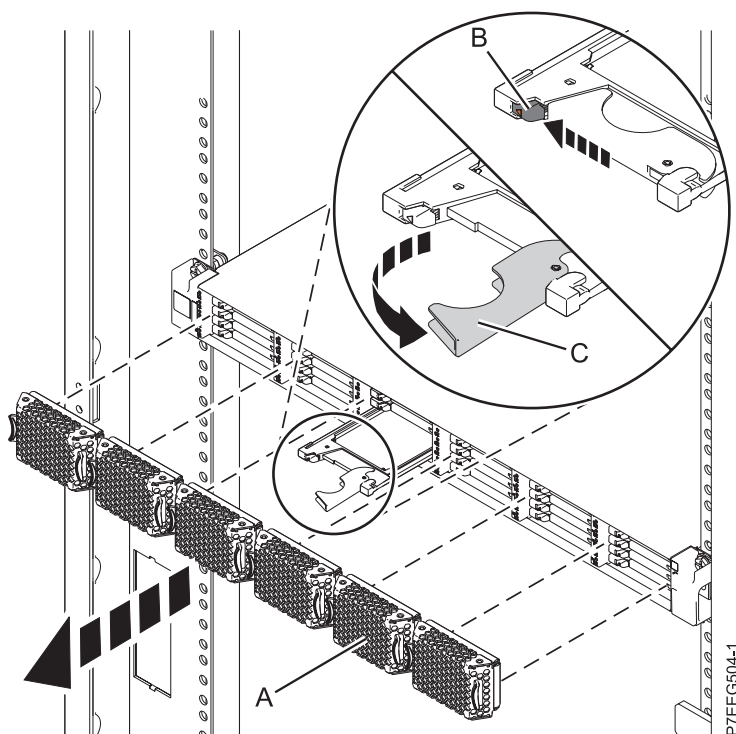

Figura 21. Extracció de la unitat d'estat sòlid des de Allotjament d'emmagatzematge PCIe 5888
4. Aixequeu la tapa bisellada (A) que cobreix la ranura que conté la unitat d'estat sòlid.
5. Quan el LED d'identificació d'unitat d'estat sòlid es torni sòlid, desplaceu el pestell d'alliberació (B) amb compte per tal de desbloquejar la nansa de la unitat. Consulteu Figura 21.
6. Agafeu la nansa (C) i feu sortir parcialment la unitat de la ranura.